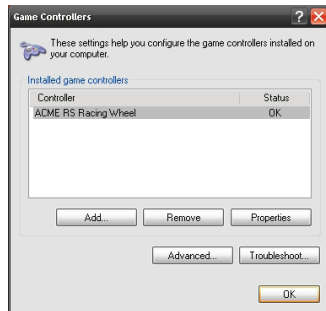
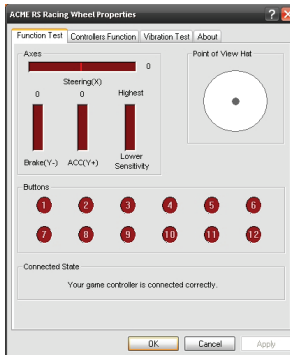

Bild 3
Bild 4
- Doppelklicken Sie auf die Verknüpfung "ACME RS Racing Wheel", um die Game-Controller aufzurufen (siehe nachstehend Bild 3)
Klicken Sie auf die Schaltfläche "Test", wie in Bild 3 gezeigt. Rufen Sie die Lenkrad-Test-Schnittstelle auf, wie nachstehend gezeigt (siehe Bild 4), um die Achsen und Tasten zu prüfen.